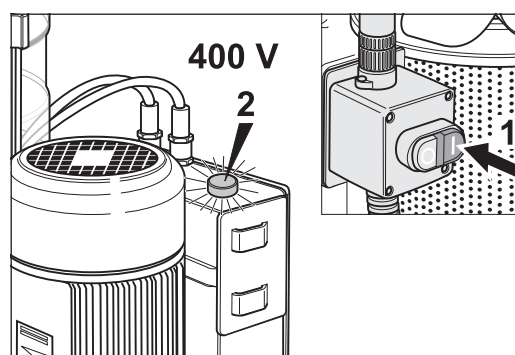

Abb. 20 Der Motor läuft nicht an, nachdem der **grüne** Schalterknopf (1) gedrückt wurde und die Lampe am Schaltkasten leuchtet (2).
Läuft der Motor nicht an, nachdem der **grüne** Schalterknopf (I) (Abb. 20, 1) gedrückt wurde und die Lampe am Schaltkasten leuchtet (Abb. 20, 2), muss die Drehrichtung des Motors geändert werden. Dazu gehen Sie folgendermaßen vor: